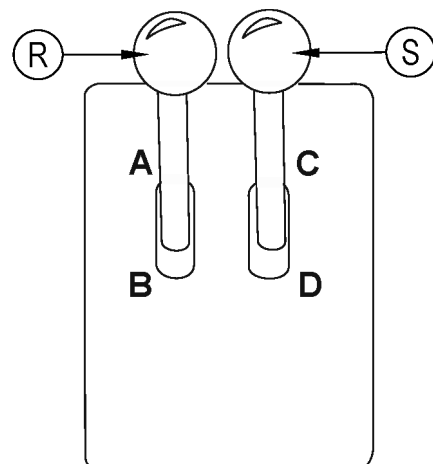

FIGURA 9
El control de elevación del cepillo lateral derecho (H) y de la potencia se encuentra a la derecha del panel de instrumentos. Para elevar y detener el cepillo izquierdo, tome la palanca y empujela a la muesca de bloqueo, marcada con la flecha "UP" (HACIA ARRIBA). Para bajar el cepillo lateral, tome la palanca y empuje hacia arriba y hacia la izquierda, alejándose de la muesca de bloqueo. Deje que la palanca baje, hasta que descansa al lado de la flecha "DOWN" (HACIA ABAJO). El cepillo automáticamente comenzará a girar mientras se lo baje. Para encender los cepillos laterales, mueva la palanca de elevación de tolva/cepillo lateral hacia adelante a la posición "ON" (ENCENDIDO) (Vea la Figura 9).
PALANCA DE ELEVACIÓN DE TOLVA / CEPILLO LATERAL (Vea Figura 9)
PALANCA DE DESCARGA DE TOLVA/CONTROL DE RETORNO (Vea Figura 9)
El control de elevación del cepillo lateral izquierdo (V) está ubicado a la izquierda del panel de instrumentos. Para elevar y detener el cepillo lateral, tome la palanca y empujela a la muesca de bloqueo, marcada con la flecha “UP” (HACIA ARRIBA). Para bajar el cepillo lateral, tome la palanca y empuje hacia arriba y hacia la derecha, alejándose de la muesca de bloqueo. Deje que la palanca baje, hasta que descansa al lado de la marca “DOWN” (HACIA ABAJO). Para encender los cepillos laterales, mueva la palanca de elevación de tolva/cepillo lateral (R) hacia adelante a la posición “ON” (ENCENDIDO) (Vea la Figura 9).